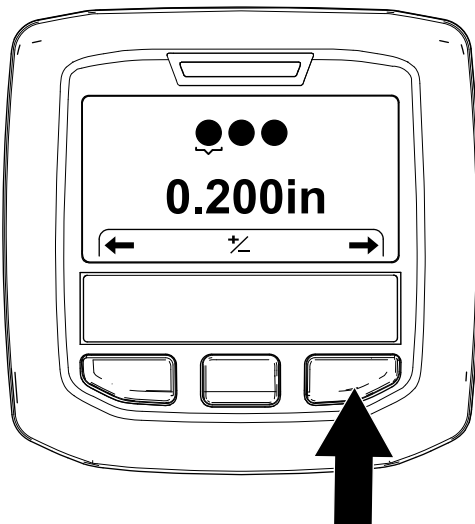

Figura 49
5. Pulse el botón derecho del InfoCenter para mostrar la pantalla Setting the Tine Diameter (Ajuste del diámetro de los taladros) (Figura 49).